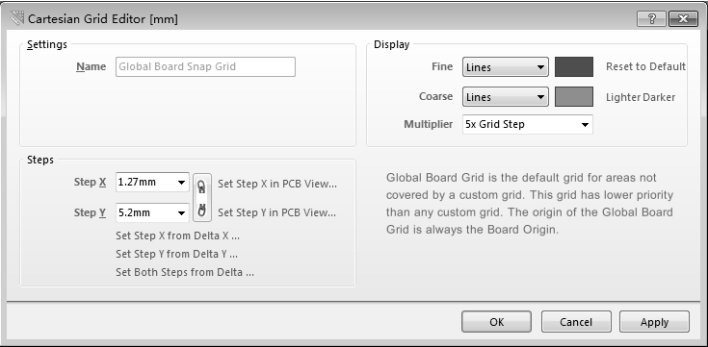

图 3.7.13 设置文档参数
(1) 设置单位：按 Q 键，将单位切换为公制（Metric）。
(2) 设置文档参数：按 Ctrl+G 组合键，弹出“Cartesian Grid Editor（栅格设置）”对话框，如图 3.7.13 所示，将“Steps X”设为“ 1.27mm ”，“Steps Y”设为“ 5.2mm ”。